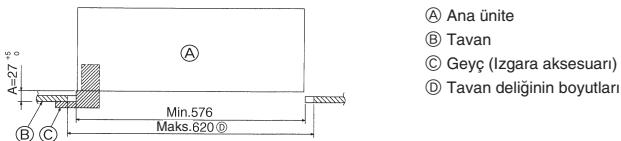

Fig. 2-6
3. Ana ünitesi tavandaki montaj deliğiyle hizalanamıyorsa, montaj levhasındaki bir yarık vasıtısıyla ayarlanabilir. (Fig. 2-6)